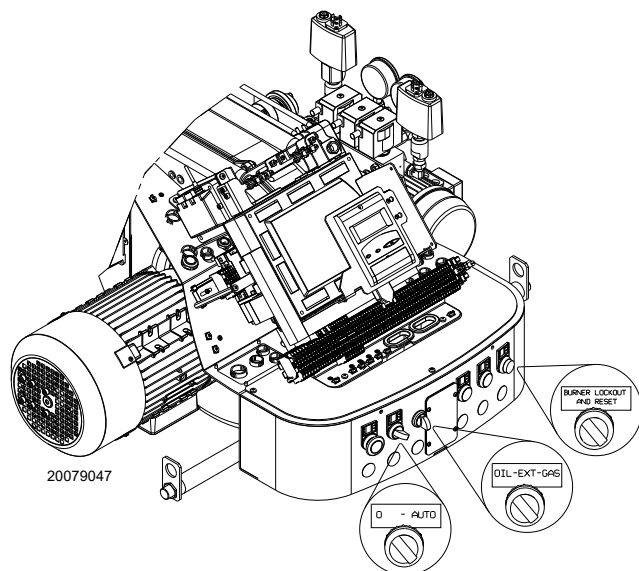

Рис. 30
Установите переключатель OIL-EXT-GAS (Рис. 30 на стр. 35) в положение OIL для выбора дизельного топлива.
Замкните термостаты/реле давления и установите выключатель (Рис. 30 на стр. 35) в положение AUTO.
- Установите выключатель Рис. 30 в положение «0» и подождите, пока автомат горения не выполнит процедуру отключения.
Замкните дистанционные регуляторы и установите переключатель (Рис. 30 на стр. 35) в положение **ON**.
Установите переключатель(Рис. 30 на стр. 35) в положение **GAS** для выбора газового топлива.
- 1 при помощи переключателя (Рис. 30 на стр. 35);
- 2 при помощи дистанционного селекторного переключателя, подключенного к главному клеммнику. Установка переключателя (Рис. 30 на стр. 35) в положение **EXT** активирует функцию дистанционного выбора топлива. В этом положении, в отсутствие дистанционного селекторного переключателя, на